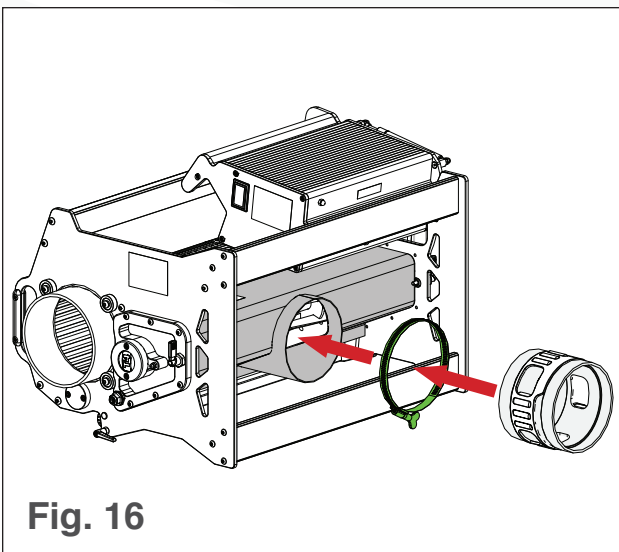

Fig. 16
3. Coloque una abrazadera de manguera sobre la parte superior del acoplamiento de fijación de la aspiradora (ver Fig. 16).
4. Deslice el conector sobre la cubierta de la aspiradora (ver Fig. 16).